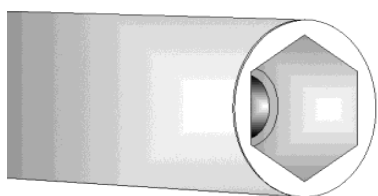

Рис. 7
1. Для заміни сопел слід застосувати відповідний накидний ключ (Рис. 7).